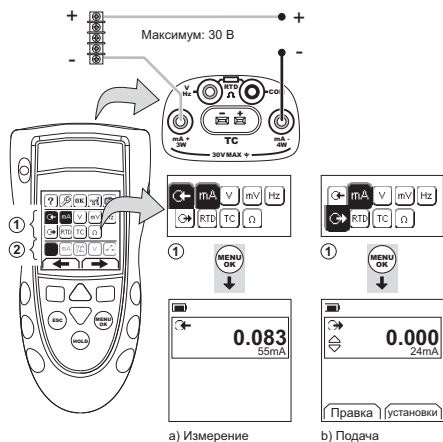
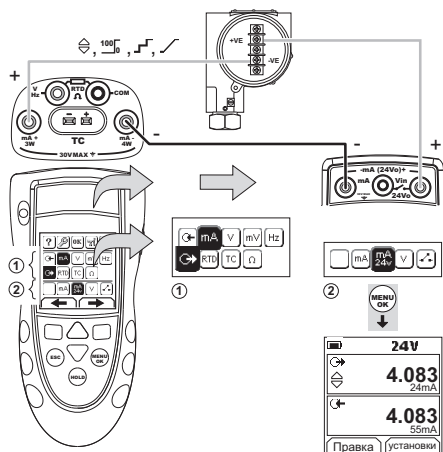
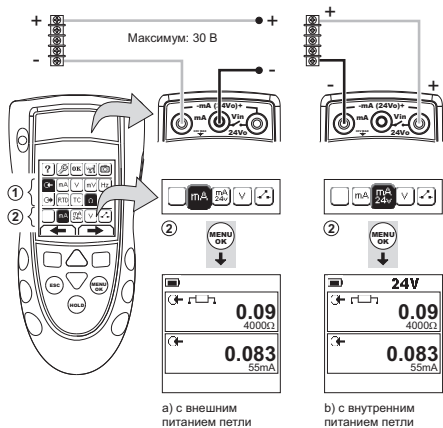

Рисунок 1: Пример конфигурации - Для измерения/поддачи мА с внешним питанием петли (Область ①)
Рисунок 2: Пример конфигурации - Для поддачи мА с внутренним питанием петли (Область ①)
Рисунок 3: Пример конфигурации - Для измерения мА (Измерение/генерация, область ②)
- Подключите прибор (Рисунок 1, Рисунок 2 или Рисунок 3), и при необходимости, отрегулируйте Настройку (Таблица 1).